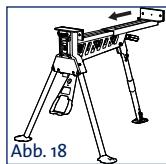

Abb. 18
2. Drehen Sie die bewegliche Klemmbacke um 180° um und setzen Sie sie wieder ein. Siehe Abb. 18.